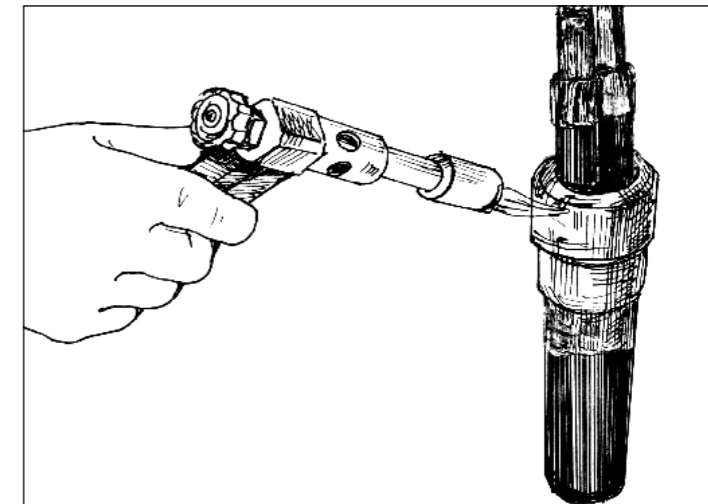

Рис. 4.9. Усадка ТУТ на стыке оголовника с корпусом муфты
**4.13.** Залив герметик, без промедления, соединяют оголовник муфты с корпусом и производят усадку трубки ТУТ (Рис. 4.9). После усадки ТУТ ее охлаждение ускоряют мокрой ветошью (см. примечание).